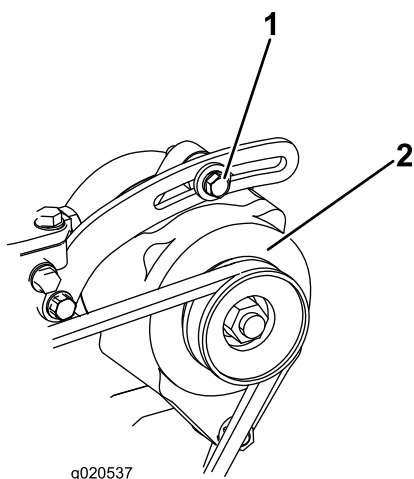

Figure 73
2. Si vous n'obtenez pas une flèche de 10 mm, desserrez les boulons de fixation de l'alternateur (Figure 73). Augmentez ou diminuez la tension de la courroie et resserrez les boulons. Contrôlez de nouveau la flèche de la courroie pour vérifier si la tension est correcte.